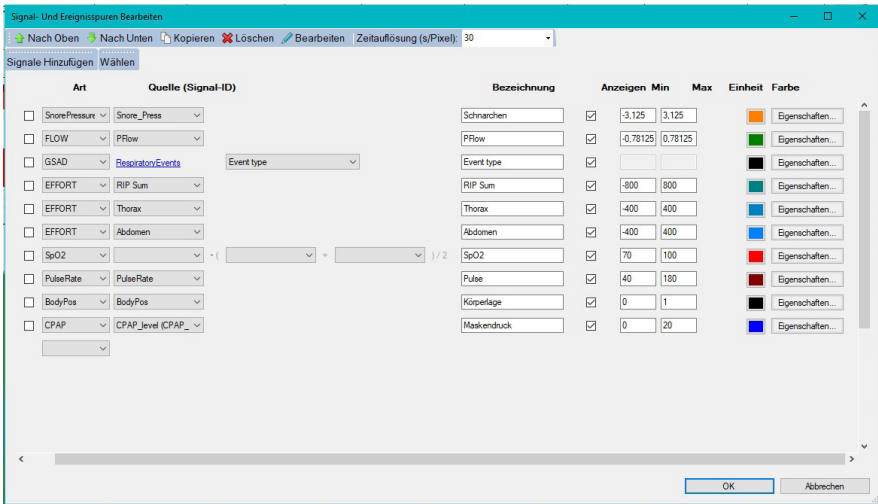

Abbildung 74: Signale verwalten
- Für jeden Kanal können zahlreiche Einstellungen vorgenommen werden. Drücken Sie „OK“, um zu speichern und das Einstellungsfenster zu schließen (Abbildung 74).